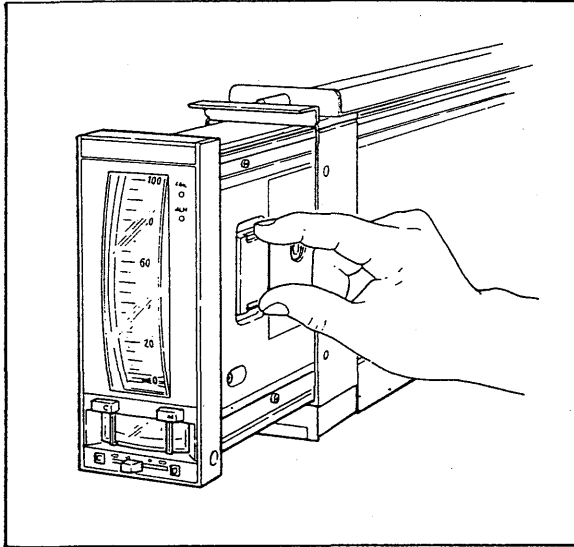

図 6.10 データ保護用電池の交換
- (2) ケースと一体になった新たな電池およびカバーを確実に取付けてください(図 6.10 参照)。
- (3) 計器正面の ALM ランプ点滅が止まったことを確認します。